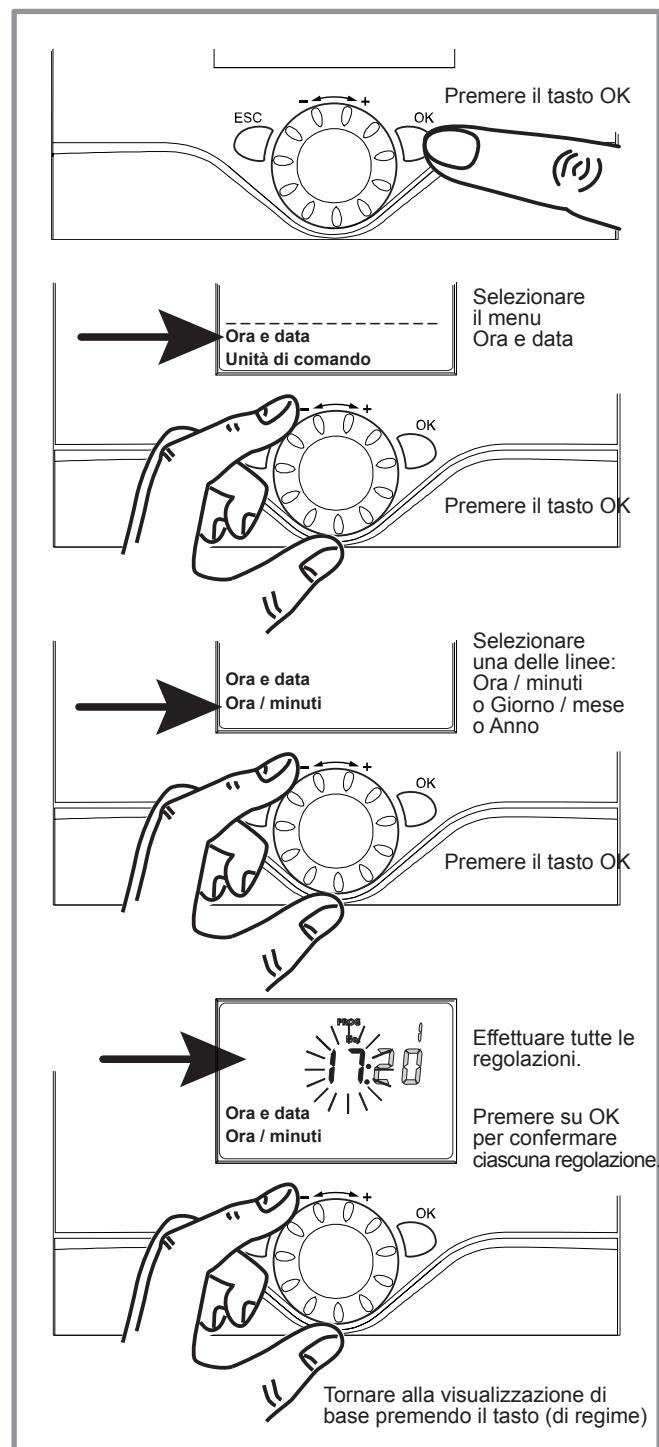

figura 7 - Impostazione dell'ora e della data
- Impostare l'ora e la data se necessario (**figura 7**).